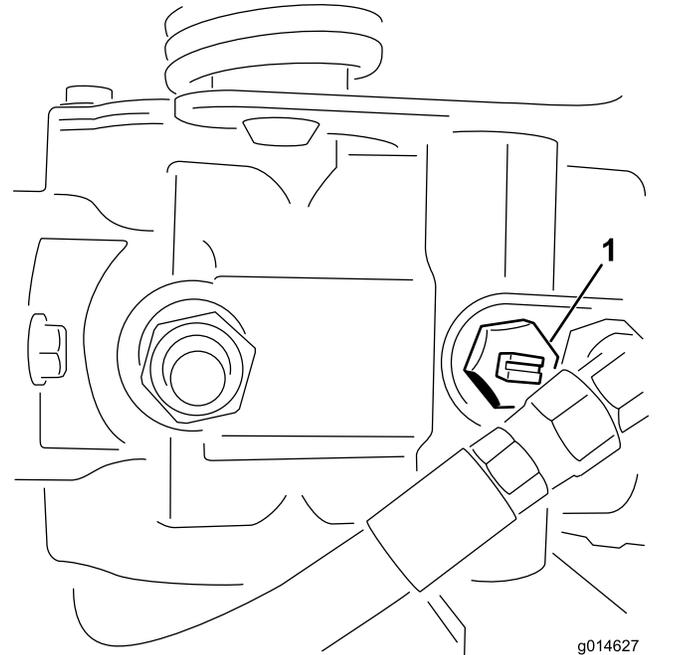

Рисунок 25
1. Найдите на насосе перепускной клапан и поверните его так, чтобы паз был вертикален (Рисунок 25).
(Рисунок 25).